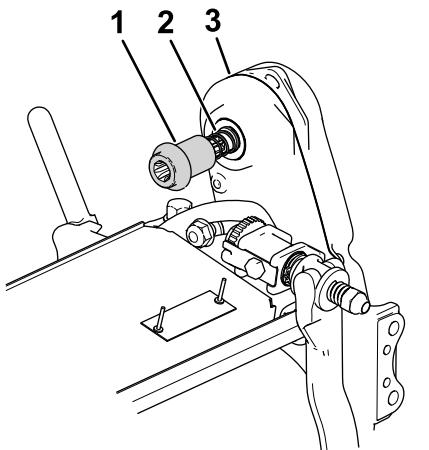

Figure 7
- Installez le coupleur et le ressort sur le système d' entraînement du cylindre de l'unité de coupe (Figure 7).
- Assurez-vous que le coupleur (Figure 7) peut coulisser facilement sur l'arbre d' entraînement de la transmission.